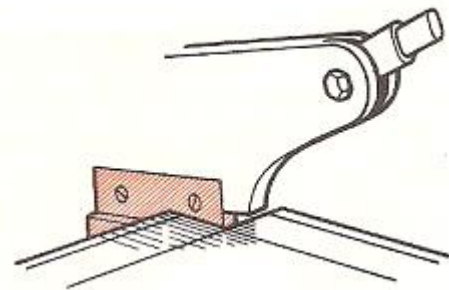

Fig.10
- Aprovechar, precisamente, el extremo de la cuchilla inferior para alcanzar el vértice del ángulo, con mucha precaución para no producir la mordedura (fig.10).